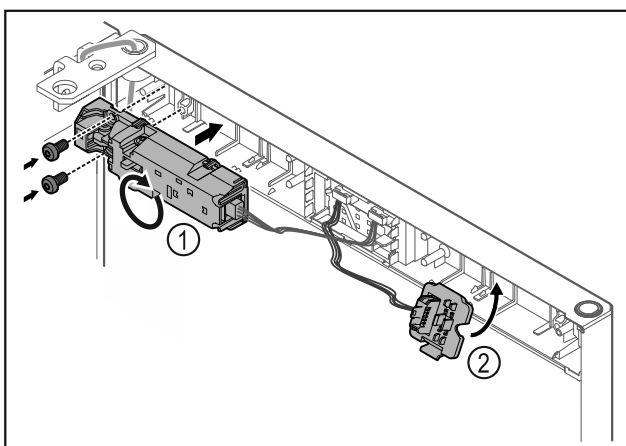

Fig. 18
- ▶ Разверните замок дистанционного открытия Fig. 18 (1) на 180° и прикрепите на противоположной стороне.
- ▶ Установите и зафиксируйте держатель штекера Fig. 18 (2) на противоположной стороне.